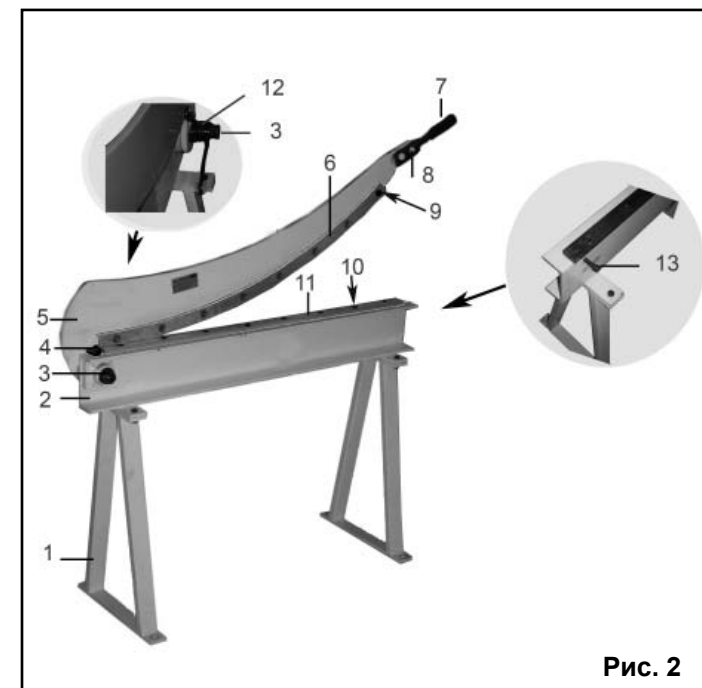

Рис. 2
5. УСТРОЙСТВО (Рис.2)
Через четыре отверстия надежно соедините раму 2 с двумя опорами 1 (Рис.2), используя крепеж В (Рис.1).
Надежно закрепите ручку 7 на рычаге 5 с помощью двух винтов 8 (Рис.2).
Надежно закрепите ножницы на прочной и устойчивой рабочей поверхности верстака с помощью болтовых соединений (не комплектуется) через четыре монтажных отверстия в опорах 1 (Рис.2).